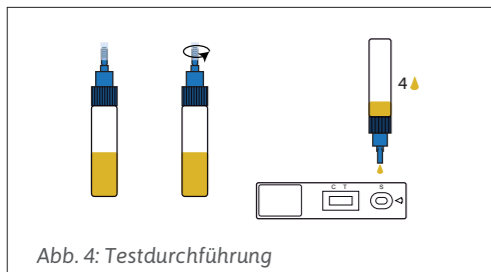

Abb. 4: Testdurchführung
1. Testkassette kurz vor der Testdurchführung aus der Verpackung entnehmen und mit dem ovalen Probenauftragsfenster nach rechts auf eine flache, trockene Oberfläche legen (Abb. 4). Die Testkassette sollte unmittelbar nach dem Öffnen der Verpackung verwendet werden.